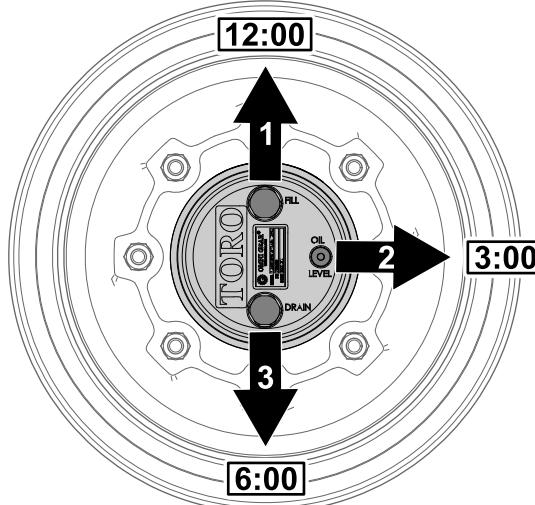

Bild 63
1. Parken Sie die Maschine auf einer ebenen Fläche und positionieren Sie das Rad so, dass die Füllschraube auf 12 Uhr, die Prüfschraube auf 3 Uhr und die Ablassschraube auf 6 Uhr steht (Bild 63).
2. Entfernen Sie die Prüfschraube, die auf 3 Uhr steht (Bild 63).
1. Parken Sie die Maschine auf einer ebenen Fläche und positionieren Sie das Rad so, dass die Füllschraube auf 12 Uhr, die Prüfschraube auf 3 Uhr und die Ablassschraube auf 6 Uhr steht, siehe Bild 63 in Prüfen des Ölstands im Planetengetriebe \(Seite 52\).